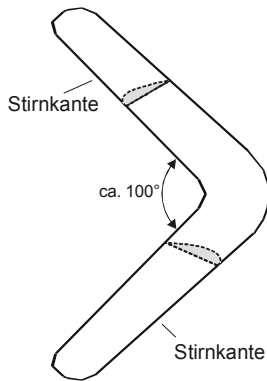

Abb. 3: zweiflügeliger Bumerang für Rechtshänder
Wie aus Abb. 3 zu erkennen, ist v_{eff} für einen senkrecht nach oben gerichteten Bumerang-Flügel am größten und erreicht den kleinsten Wert, wenn der Flügel senkrecht nach unten zeigt. Aus Beziehung (1) folgt, dass sich aus der Geschwindigkeitsverteilung am Kreis direkt die Verteilung der Auftriebskraft ergibt.
Auf der Suche nach einer geeigneten Bauform macht man bald die Erfahrung, dass ein Bumerang nicht unbedingt so aussehen muss, wie das klassische Modell in Abb. 3. Es gibt sie in allen möglichen Formen, Gestalten und auch in vielfältigen Materialien. Die hier präsentierten Vorschläge wurden nach folgenden Kriterien ausgewählt: sie sind einfach, schnell und billig herzustellen, relativ ungefährlich (von einem Balsaholz-Bumerang getroffen zu werden ist um vieles weniger schmerzhaft, als hätte man Birkenperrholz verwendet) und das Wichtigste: sie kommen zurück, auch bei ungeübten Werfern und bei nicht ganz exakter Bauausführung.